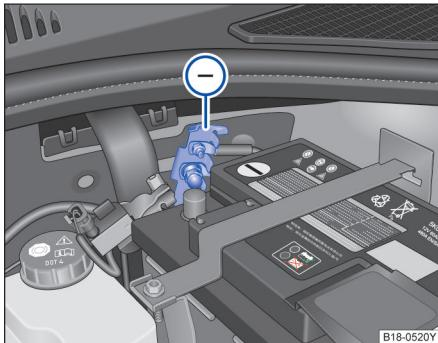

图 144 车身上的负极 (接地点)
由于车辆的车身接地，原则上发动机舱内的车身螺栓连接点（没有绝缘漆面覆盖）均可作为应急启动的负极（接地端）。（图中位置仅作举例示意→ 图 144 ①）